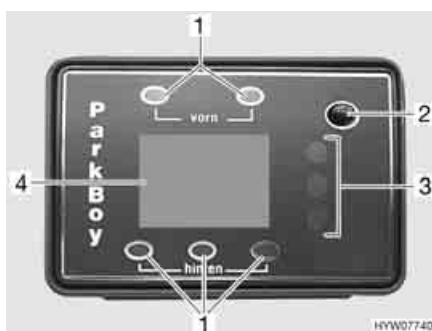

Fig. 11 Centralina di controllo del sensore di controllo distanza durante il parcheggio
Nella zona passeggeri, una centralina di controllo con display (Fig. 11) indica la distanza dall'ostacolo. Contemporaneamente viene emesso un segnale acustico come segnale di avvertenza.
- Quando si accende il motore, il sensore di controllo distanza durante il parcheggio effettua automaticamente un controllo del sistema. Tutti i diodi luminosi e i segmenti (barre del display) si accendono brevemente e viene emesso un segnale acustico (bip). Se - dopo il controllo del sistema - lampeggia il LED rosso dell'indicazione della distanza (Fig. 11,3) e viene emesso un segnale acustico d'allarme che si ripete velocemente, il sistema ha riconosciuto un difetto del sensore. Il sensore difettoso viene e visualizzato sul display (Fig. 11,4).
- Premere il tasto On/Off (acceso/spento) (Fig. 11,2).
- Indipendentemente dal modo in cui è stato acceso, il sensore di controllo distanza durante il parcheggio può venire spento in qualsiasi momento mediante il tasto On/Off (acceso/spento) (Fig. 11,2).
Il display (Fig. 11,4) indica la distanza in passi di circa 5 cm. Il sensore indica sempre la distanza più breve rilevata. L'accendersi del rispettivo LED di posizione (Fig. 11,1) indica quale sensore ha effettuato la misurazione.
I tre diodi luminosi di colore diverso (Fig. 11,3) costituiscono il secondo modo di rilevazione. La successione dei colori da verde a giallo a rosso, segnala l'avvicinamento a un ostacolo.